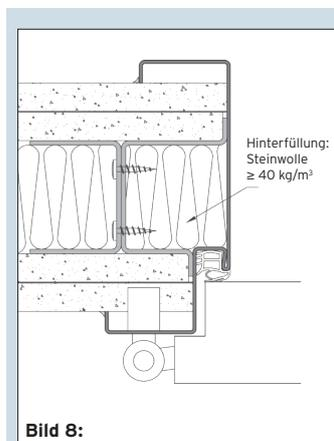

Bild 8:
9. Die Zarge ist mit 2 Schrauben (geeignet für Stahlblech, mind. Ø 4 mm) je Befestigungsbügel zu befestigen **(Bild 8)**. Anzahl der Befestigungsbügel **(Tabelle 1)**
oder ähnlichen auszuschneiden **(Bild 8 und 9)**.
40 kg/m³ auszufüllen (Bild 8).
(Bild 8 und 9).
(Bild 8).